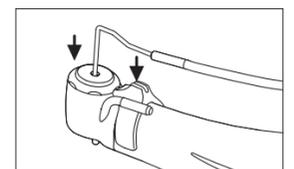

図10
- センター注水ノズルをヘッドの後部にある穴に挿し込み、パイプホルダーの溝に取り付けます。（図10）